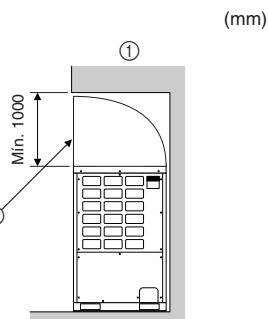

Fig. 2-5
- ① Se houver pouco espaço entre a unidade e a obstrução (Fig. 2-5)
② Providencie uma guia do ventilador de saída. (Adquira localmente.)